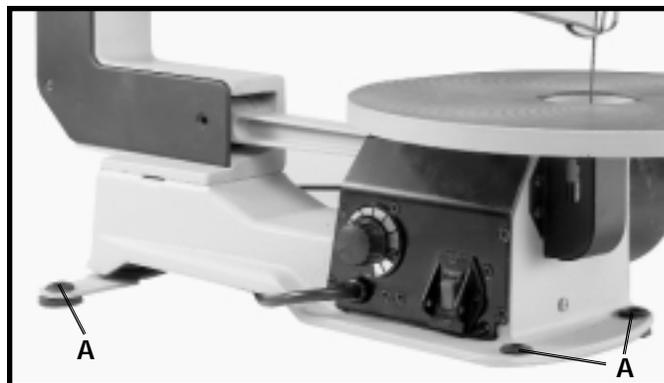

Fig. 16
La scie à chantourner **DOIT** être bien fixée à un support ou à un établi en se servant des trous des quatre patins en caoutchouc, dont trois sont indiqués par (A) fig. 16. **IMPORTANT:** Lors de la fixation de la scie à un support ou à un établi, **NE PAS** serrer trop fort les boulons de montage. Laisser une certaine élasticité aux quatre patins en caoutchouc (A), pour absorber le bruit et les vibrations.